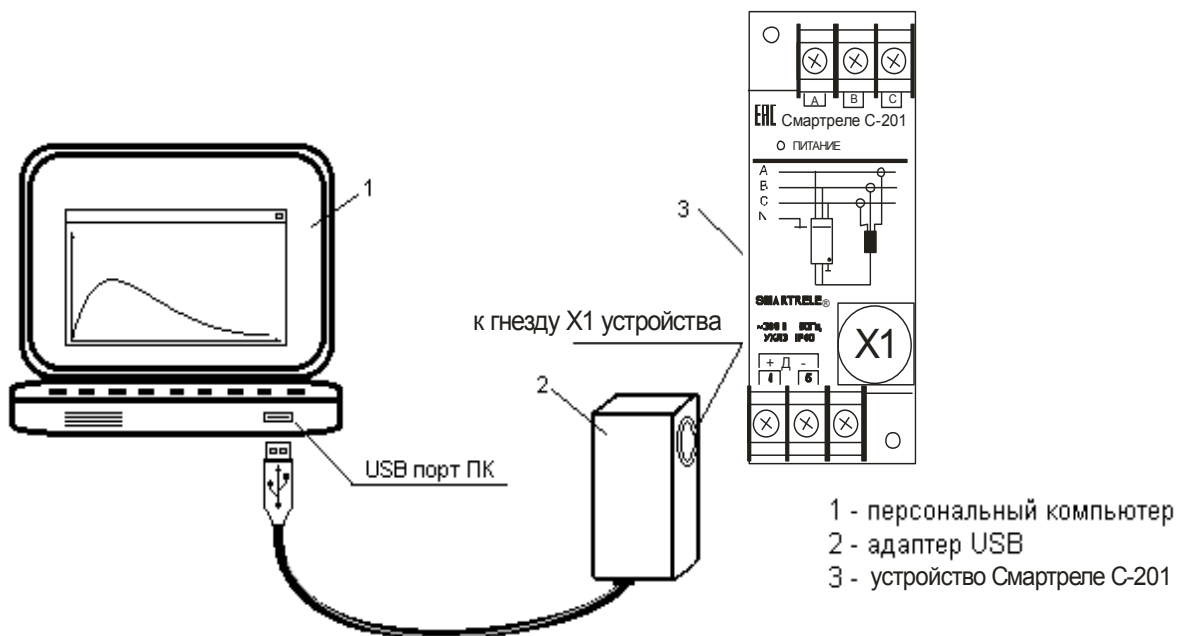

Рисунок 5 - соединение устройства СМАРТРЕЛЕ С-201 с ПК посредством Адаптера USB
4.6 Соединение устройства с ПК может быть выполнено через порт USB компьютера посредством Адаптера USB (рис.5).